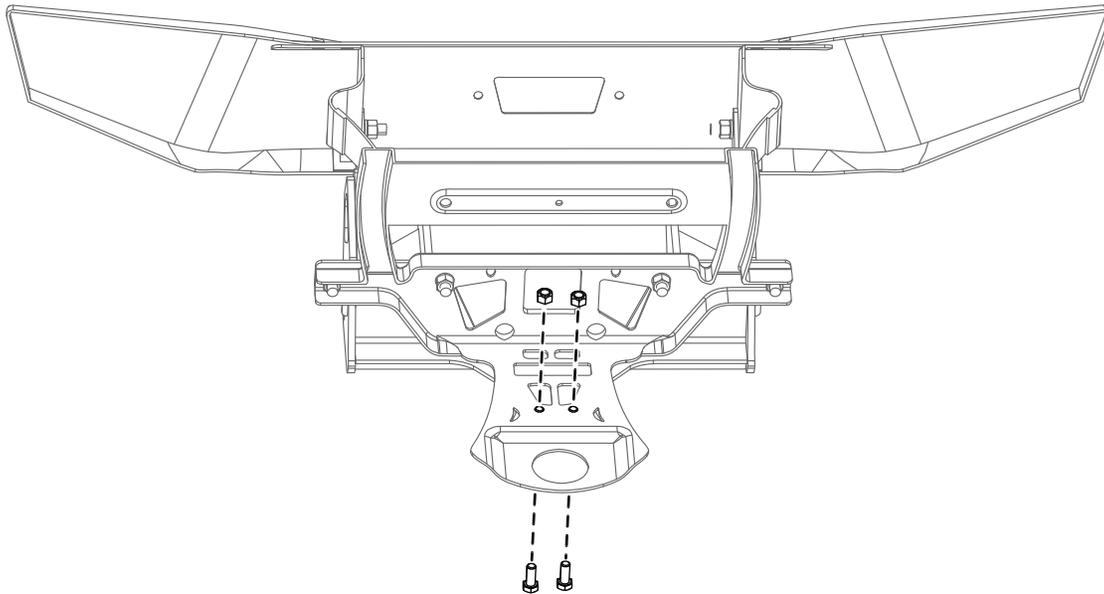

**Figure 2**
4. Fixez légèrement le centre de la plaque de protection du châssis porteur au cadre du véhicule à l'aide de 2 boulons (M12 x 1 $\frac{3}{4}$  po), 2 rondelles de blocage et 2 écrous (Figure 2).